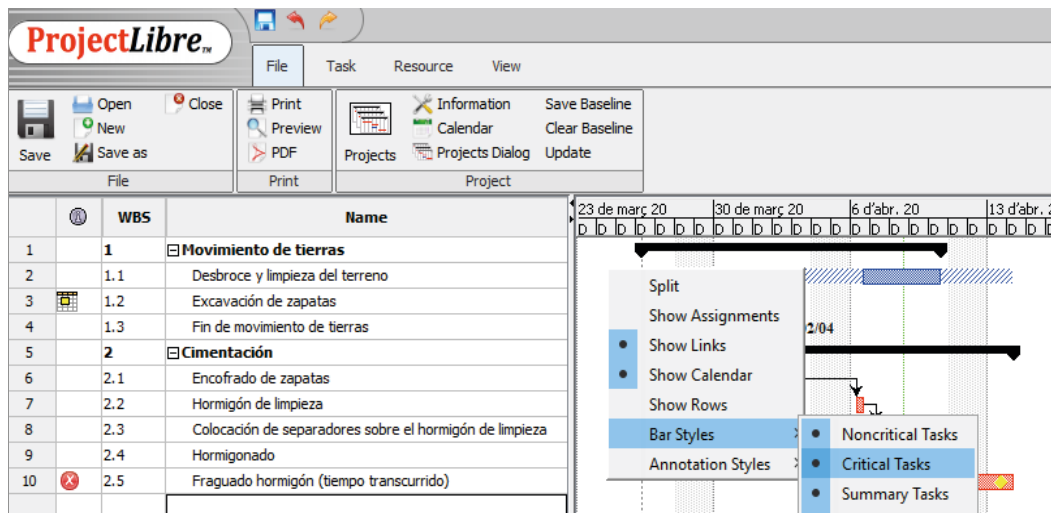

Figura 24.
Para asegurarnos de que el camino crítico se está mostrando, se debe activar la opción *Critical Tasks* en el diálogo de la figura 24 (pinchando sobre el botón derecho del ratón en la región del Gantt).
- La holgura total (*Total Slack*),  $H_T$ , son las unidades de tiempo que puede retrasarse una tarea sin que aumente la duración total del proyecto. Si es cero, la tarea es crítica. La opción para mostrar la  $H_T$  en el Gantt se encuentra al final del diálogo mostrado en la figura 24.
En el gráfico Gantt, la  $H_T$  se muestra mediante una trama rayada de color azul, a continuación de o sobre la tarea, como se muestra en la tarea 1.1 de la figura 24. Se puede añadir también la columna relativa al campo de holgura total (*Total Slack*) en la Tabla de tareas, siguiendo lo dispuesto en el apartado 4.1, para mostrar las unidades de tiempo correspondientes.